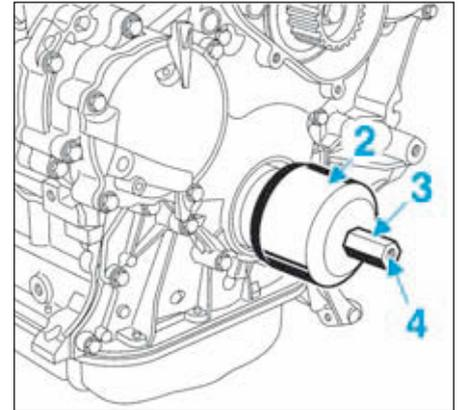

FIG.105
- Mettre en place la cloche (2) et l'écrou (3) de l'outil [1]. Placer le taraudage (4) vers l'extérieur du moteur (Fig.105).